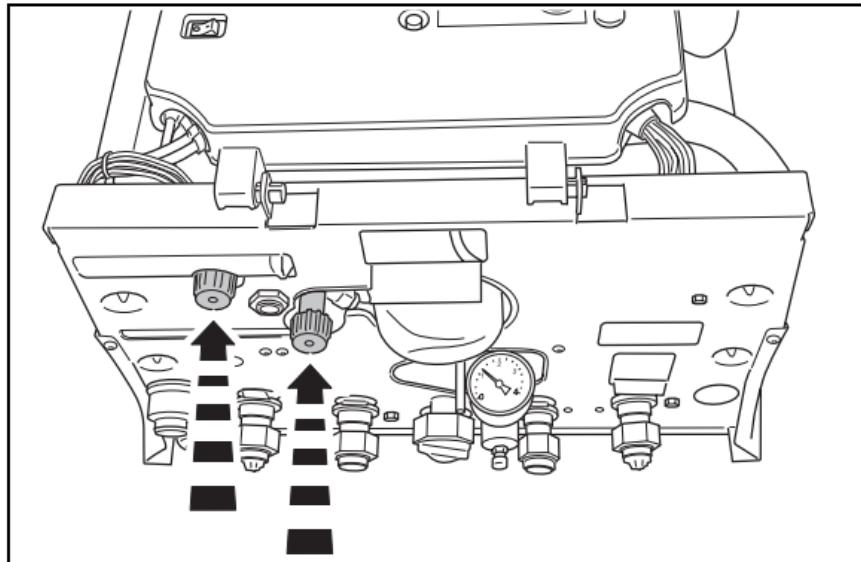

Fig. 2 Riempimento dell'apparecchio combinato (rubinetti del disconnettore)
- Aprire i due rubinetti del disconnettore (fig. 2) e riempire l'impianto fino ad una pressione di 1,0 - 1,5 bar.